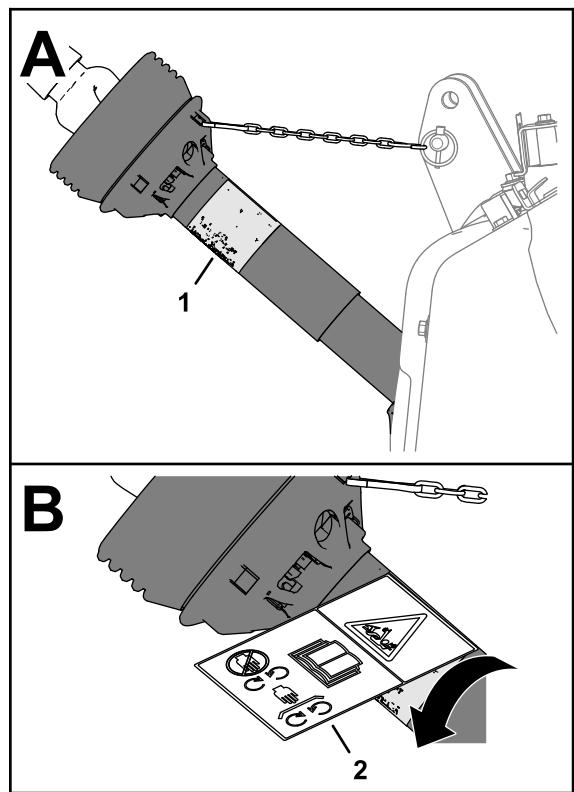

Рисунок 19
1. Поверните кожух вала, чтобы получить доступ к имеющейся наклейке с предупреждением об опасности затягивания (Рисунок 19).
4. Установите наклейку с предупреждением об опасности затягивания (стандарт СЕ) поверх существующей наклейки, предупреждающей об опасности затягивания (Рисунок 19).